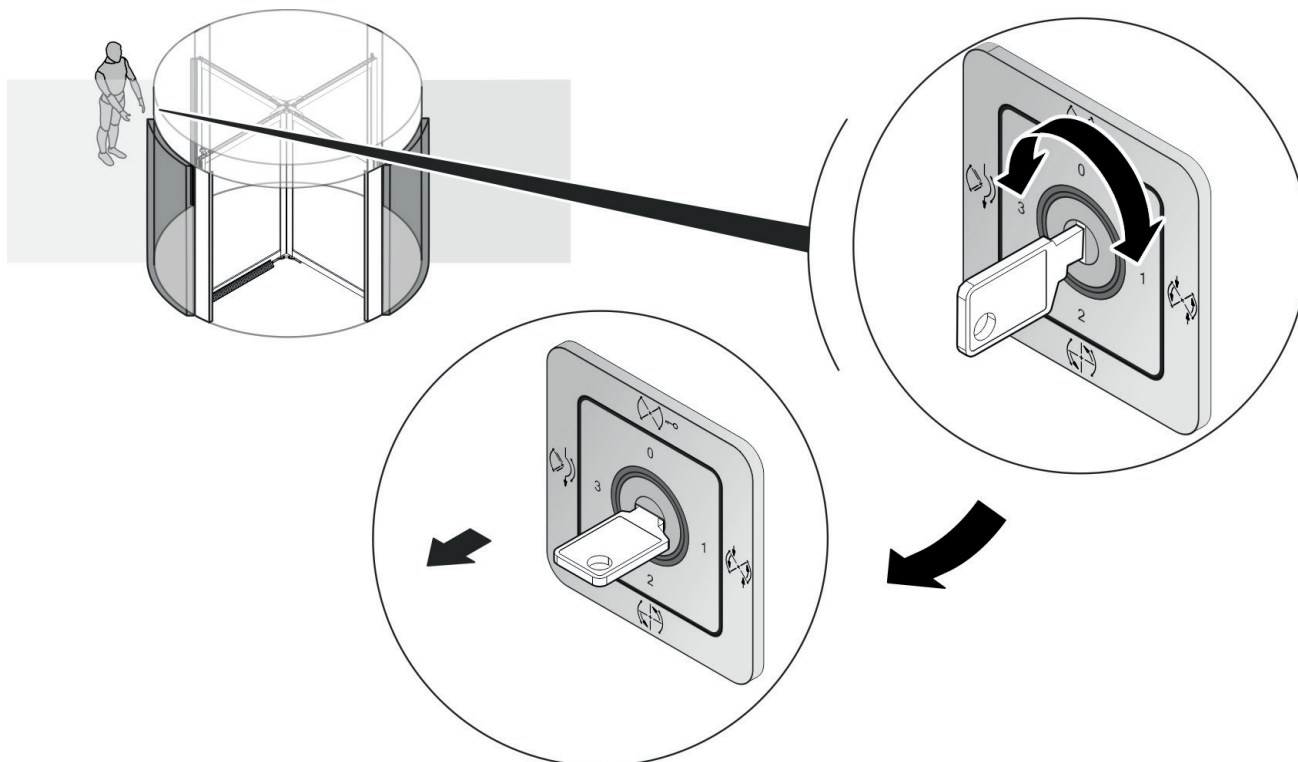

Рис. 9 Выбор программы и извлечение ключа
1. Отключите вращающуюся дверь посредством программного выключателя (Рис. 9).